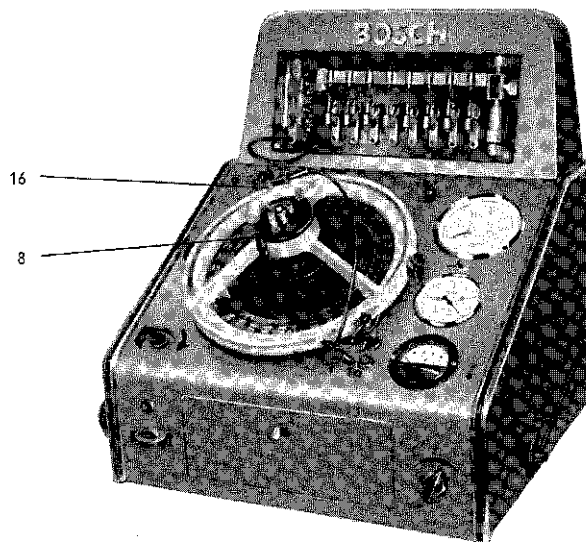

Bild 4
Mitnehmerscheibe herausziehen und nach Lösender 3 Zylinderschrauben Rastenscheibe (4) abnehmen. Anstelle der Rastenscheibe den Zangenkopf (7) einsetzen und festschrauben. Ausgebauete Verteilerachse in den Zangenkopf und Unterbrecherplatte (8) in die Brücke einsetzen. Verteilerachse so verschieben, daß Nocken und Unterbrecherhebel in der Höhe übereinstimmen. Spannzange festziehen (s. a. Bild 4).
E) Aufnahmen der Fliehkraft-Verstelllinie an ausgebauten Verteilerachsen (Bild 4)